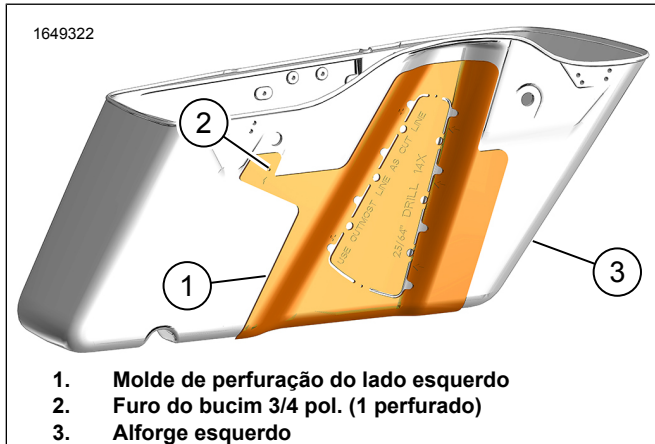

Figura 20. Molde de Perfuração do Alforge do Lado Esquerdo
1. Ver a Figura 20. Repetir os procedimentos 1-8 a partir do alforje direito.